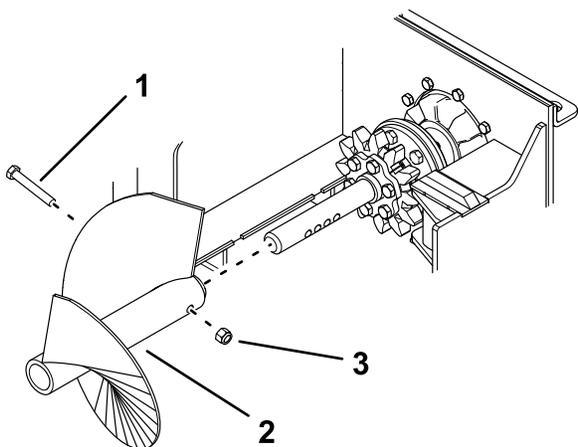

Рисунок 4
1. Отверните болт и контргайку, которые крепят отвальный шнек, а затем снимите шнек (Рисунок 4).